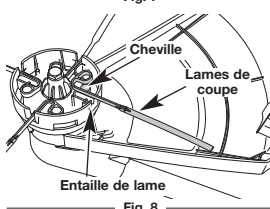

Fig. 8
7. Répétez les étapes 4 à 6 jusqu'à ce que les 4 lames soient en place. (Fig. 8)
2. Retournez la tête de coupe, saisissez une lame près de la tête de coupe et secouez-la de haut et en bas jusqu'à ce qu'elle se détache. (Fig. 8)
4. Tenez la nouvelle lame de façon à ce que la boucle à l'extrémité soit tournée vers l'extérieur et vers la droite. (Fig. 8)
5. Placez la boucle dans la cheville et ajustez-la de façon à ce qu'elle entre dans l'encoche dans la tête de coupe. (Fig. 8)